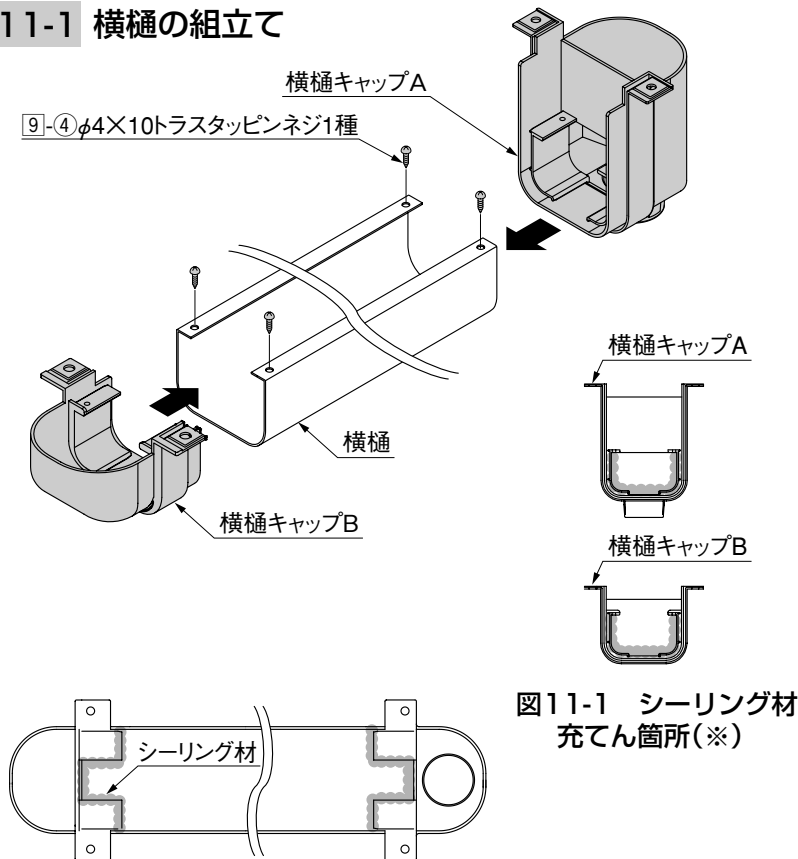

図11-2
- 2 横樋キャップAと横樋キャップBの内側にシーリング材を充てんしてください。(図11-2参照)